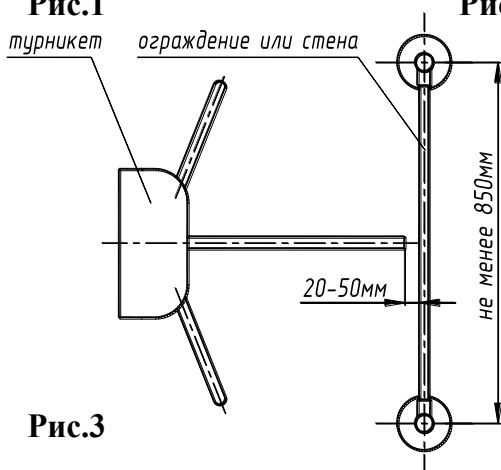

Рис.3
- 6.5. Для правильной работы турникета необходимо установить его с формователем прохода так, как показано на рис.3 (вид сверху). Вместо ограждения прохода может быть стена, при этом конец штанги должен быть на расстоянии 20-50мм от стены (при использовании штанги «антипаника» - 50-60мм от стены)